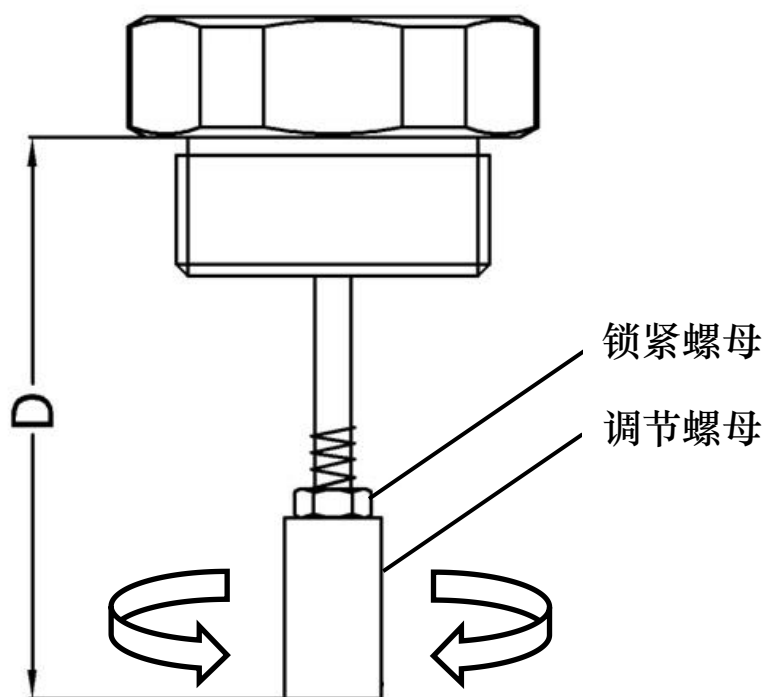

图 39. 调节 D 值
- 调节位移传感器的调节螺母，然后在位移传感器完全松开状态下用深度尺测量 D 值（图 39 中标注所示）。计算压缩量 $L1 = D - C1$ ， $L2 = D - C2$ 。建议尽可能使 L1 和 L2 的值在下表所示的参考范围内。如果 L1 或 L2 的值无法满足在下表所示的参考范围内，则可根据实际情况调节 D 值。